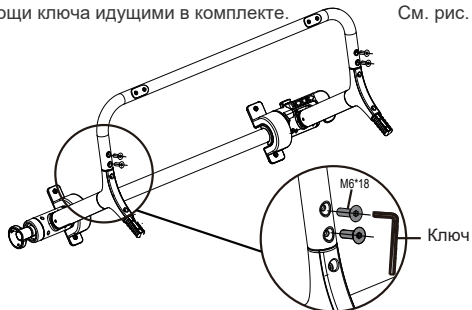

Рисунок 2
Шаг 3: Зафиксируйте нижнюю трубу (C) четырьмя болтами M6*18 при помощи ключа идущими в комплекте. См. рис. 2.